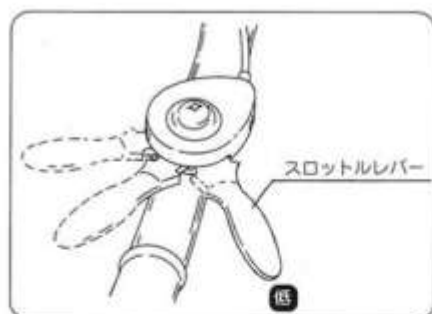

図11
- ② スロットルレバーを「低速」位置にもどします。(図11)